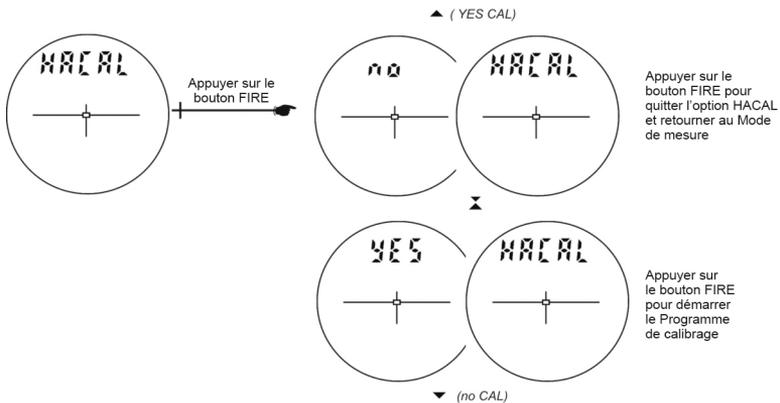

Figure 19
5. Appuyer sur le bouton  pour sélectionner l'option « HACAL ». Le message « no » « CAL » s'affiche sur l'écran principal et devrait apparaître comme l'illustre la Figure 19.